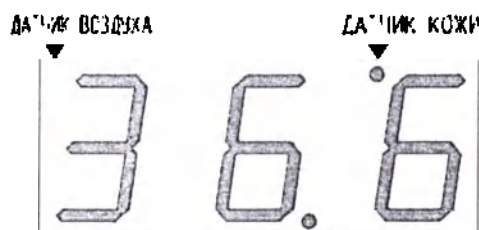

Рисунок 5
1.4.6 При нормальной работе инкубатора в режиме регулирования по температуре кожи ребенка индикатор регулируемой температуры и индикатор датчика кожи светят зеленым цветом (рисунок 5).